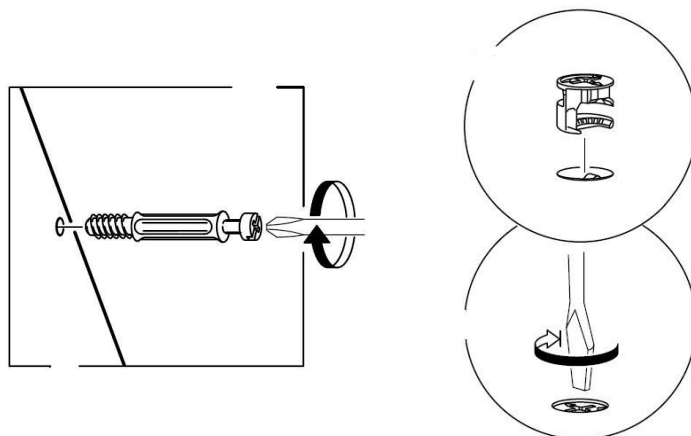

Рис. 1
1. В стенки вертикальные (1), (2), перегородки (4), (5), стенку горизонтальную верхнюю (7) в установленные втулки эксцентриковых стяжек вернуть дюбели (рис.1). В соседние отверстия установить шканты 8х30 (короткие).